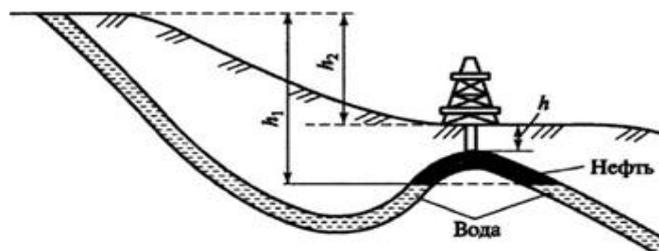

Рисунок 3
3. Расходомер Вентури расположен в наклонном трубопроводе с диаметрами $d_1=0,25$ м, $d_2=0,1$ м (рис.3). В двух сечениях ртутным манометром производится замер разности давлений. Зная разницу давлений $h=0,1$ м ртутного столба, определить расход воды ($\rho_{рт}=13600$ кг/м³).